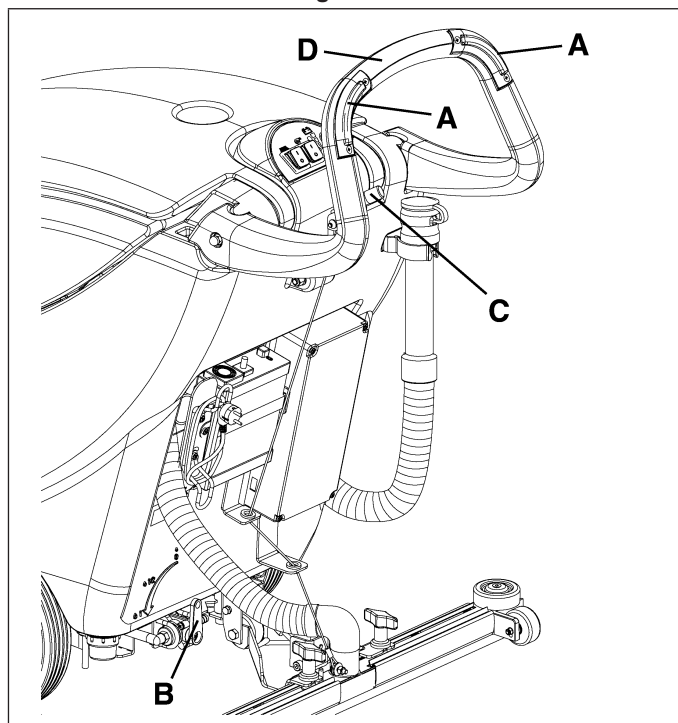

Figure 18
2. Tout en gardant les mains sur le guidon (D, Fig. 18), déplacer la machine et commencer le travail de lavage/séchage du sol.
ne pas utiliser la brosse/disque à sec lorsque la machine est au repos, arrêter la rotation de la brosse/disque au moyen du bouton-poussoir (A, Fig. 18).
Avant de soulever la brosse/disque, en arrêter la rotation au moyen du bouton-poussoir (A, Fig. 18).
3. Si besoin est, modifier la quantité de solution distribuée à la brosse/disque, à l'aide du levier (B, Fig. 18).
2. Soulever l'embouchure en tournant le levier (C, Fig. 18)